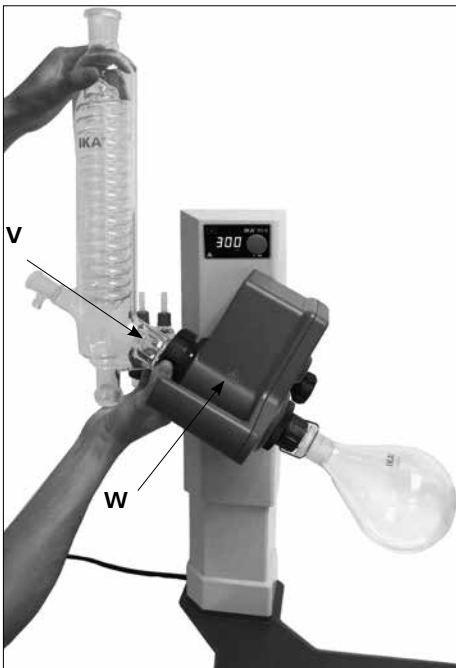

Fig.17
- 安装接管螺母在冷凝管上，随后将弹簧圈安装在冷凝管 (V) 的法兰上。
- 将冷凝管安装在旋转机构 (W) 上并手动拧紧螺母。(Fig.17)